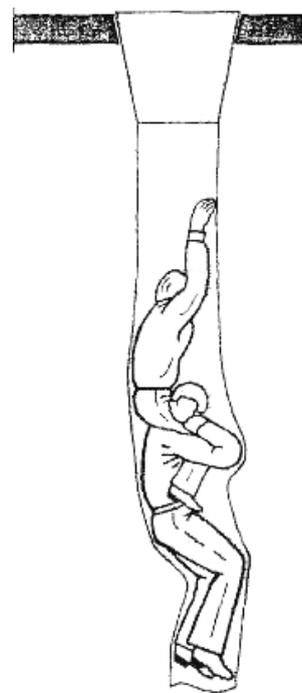

Рис. 30 Спуск пострадавшего
5. для спуска в рукаве подростка или человека, который не в состоянии самостоятельно осуществить спуск из-за появления у него страха высоты необходимо посадить его на плечи одному из членов расчета или помощнику из числа спасающихся и произвести совместный спуск. Сопровождающий должен регулировать скорость спуска разведением локтей и коленей, при этом страховщики должны обеспечить безопасную скорость спуска спасаемых с помощью указанных выше приемов (Рис. 30).